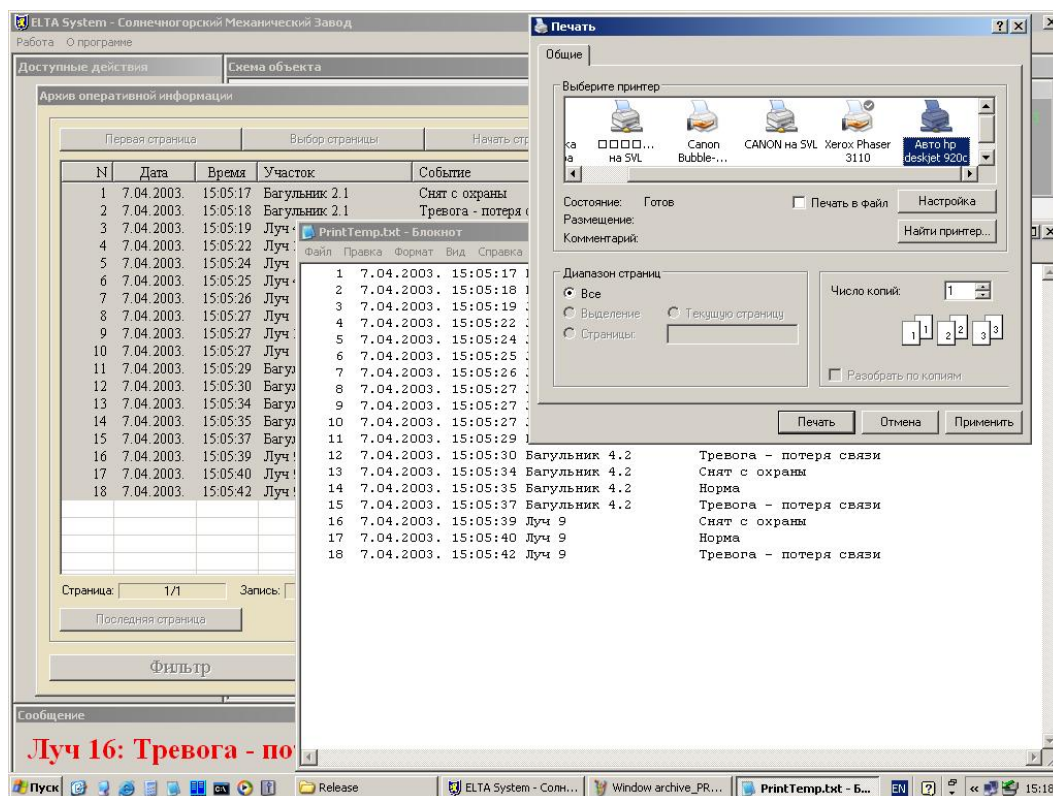

Рис. 2.13.
2.6.4. Выберите команду «Печать» и кликните по ней. Откроется окно «Печать» (рис.2.13). Убедитесь, что выбранный принтер в окне «Печать» соответствует подключенному к ЦС. Кликните мышкой на кнопку «Печать». Печатайте на здоровье!